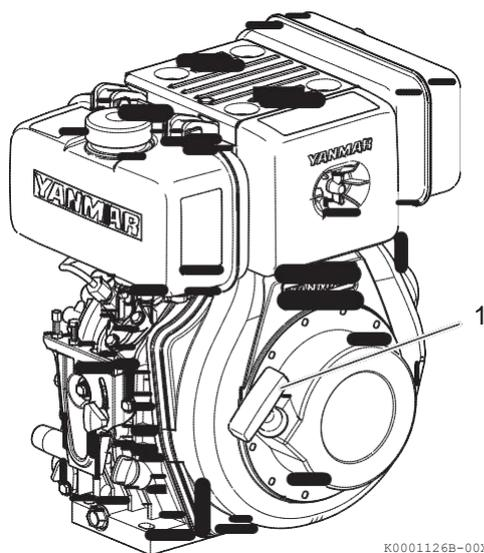

Figure 3
Un lanceur à corde vous permet de démarrer manuellement le moteur. **(Figure 3, (1))**. Lorsque vous tirez sur la poignée vous mettez le volant et le vilebrequin en mouvement. Le lanceur possède un ressort de rappel, pour que la poignée et le câble associé retournent automatiquement dans leur position initiale